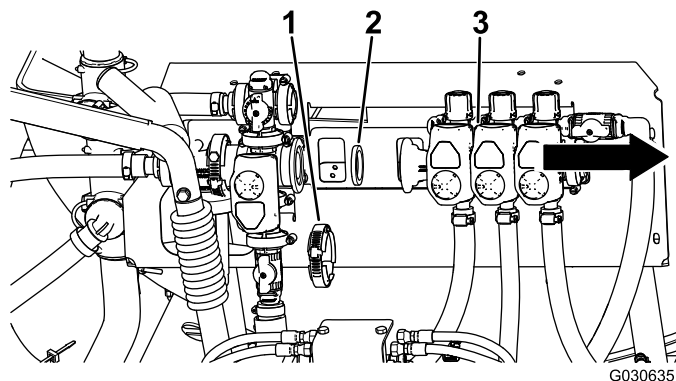

图5
- 小心将喷洒臂阀门总成移离 KZ 阀（图5）。
- 卸下阀体中的现有垫片（图5）。